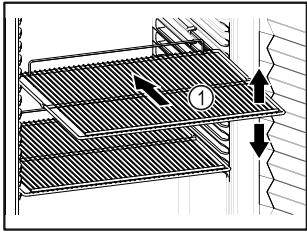

Fig. 62 Примерное изображение
- Если имеются решетчатые полки Fig. 62 (1), отрегулируйте высоту их установки.